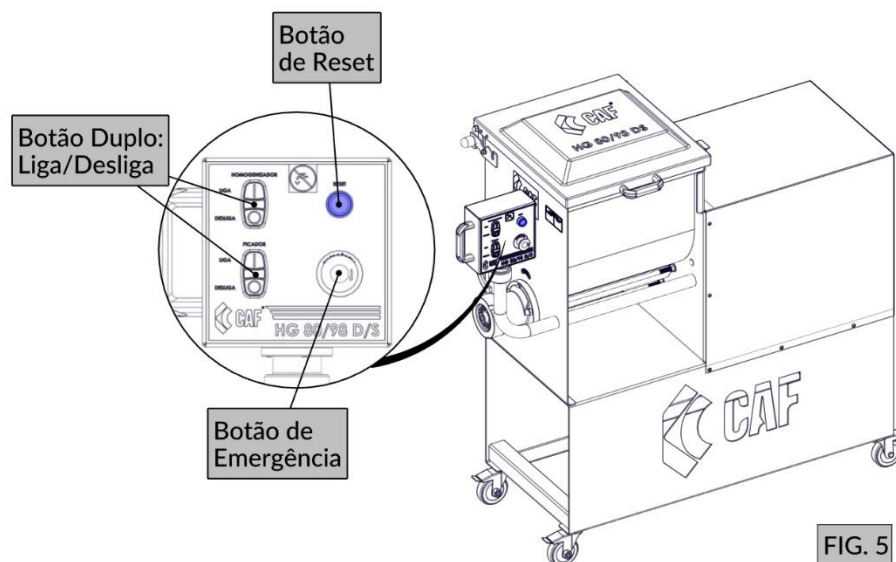

FIG. 5
Todos os sistemas listados acima estão localizados no painel de comando (FIG. 5) do Moedor e Misturador.
3. Verifique se o botão de emergência está destravado (FIG. 5);
4. Para acionar a máquina é necessário apertar o botão de reset (FIG. 5) e, em seguida, o botão liga/desliga (FIG. 5). Observe o sentido de rotação do caracol e pás através das setas indicativas da máquina;
4. Aperte o botão liga do moedor (FIG. 5) e em seguida o botão liga do misturador (FIG. 5) para realizar o acionamento da máquina;